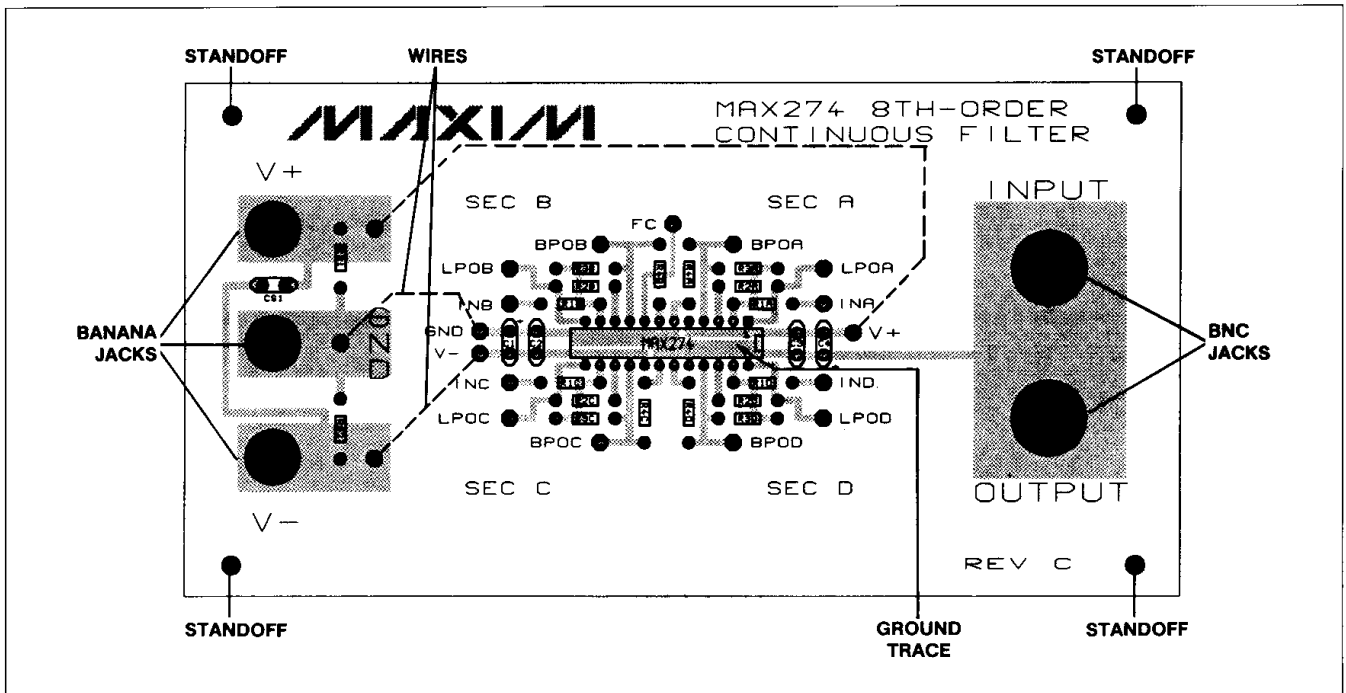
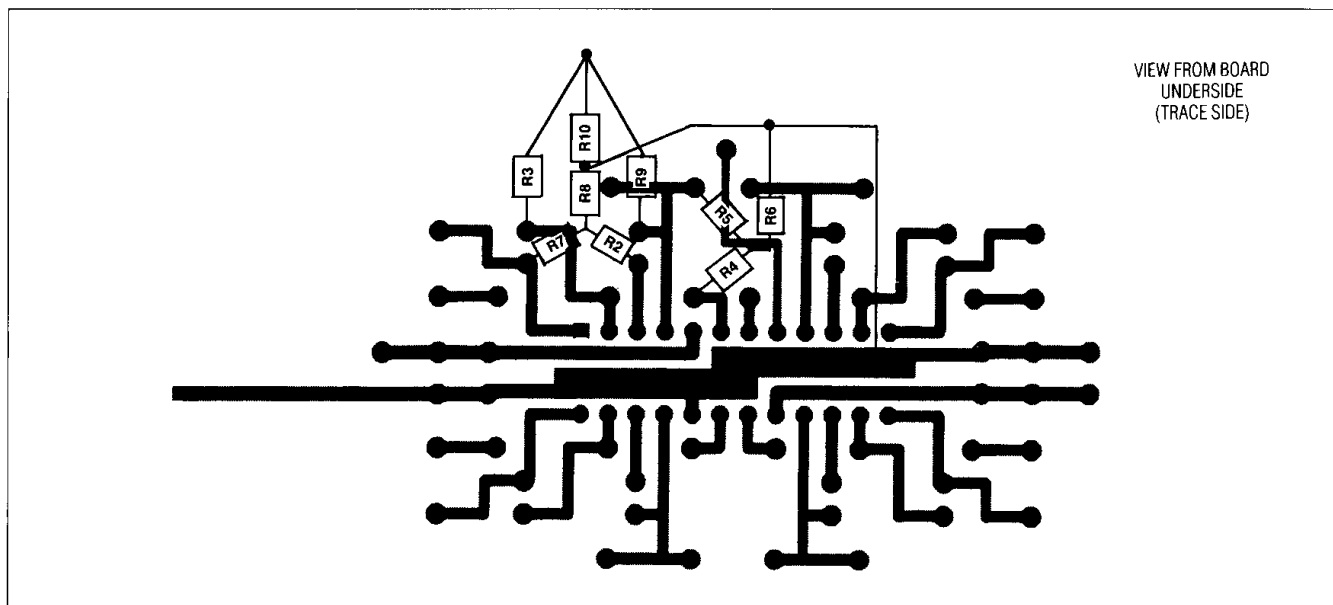

図2. MAX274評価キットの部品配置図
図3. T型ネットワークを用いたPCボードの配線
- 図2に示すように、BNCコネクタ及びバナナジャックを実装します。V+、GND、V-ジャックから基板上にV+、GND、V-と示された端子に電線を接続します。MAX274のIC(又は、必要ならばICソケット)を図示されたように挿入します。
PCボード上のグラウンドトレースから緑の半田レジストを剥離する(図2)。PCボードの裏面にて、T型ネットワークのグラウンドをジャンパー線を用いてPCボード上のグラウンドトレースに接続することによって(図3)、通常の各抵抗接続を3個のT型抵抗ネットワークに置き換えます。
ここで、FPKはBPOAでのゲインが最大になる周波数で(F0と異なります)、-3dBバンド幅はBPOAのピークゲインから3dB減衰するような2つの周波数の差を示します。このような測定をB、C、Dについて実施します。詳細については、データシートの図2“バンドパス出力”を参照して下さい。